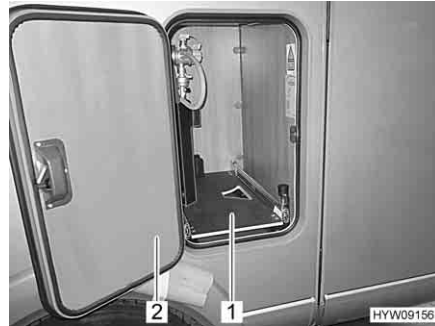

Fig. 73 Base estraibile del vano portabombole
- Aprire lo sportello (Fig. 73,2) del vano portabombole.
- Estrarre la base estraibile del vano portabombole (Fig. 73,1), fino a innestare nuovamente il pomello. La base estraibile del vano portabombole è ora bloccata in questa posizione.